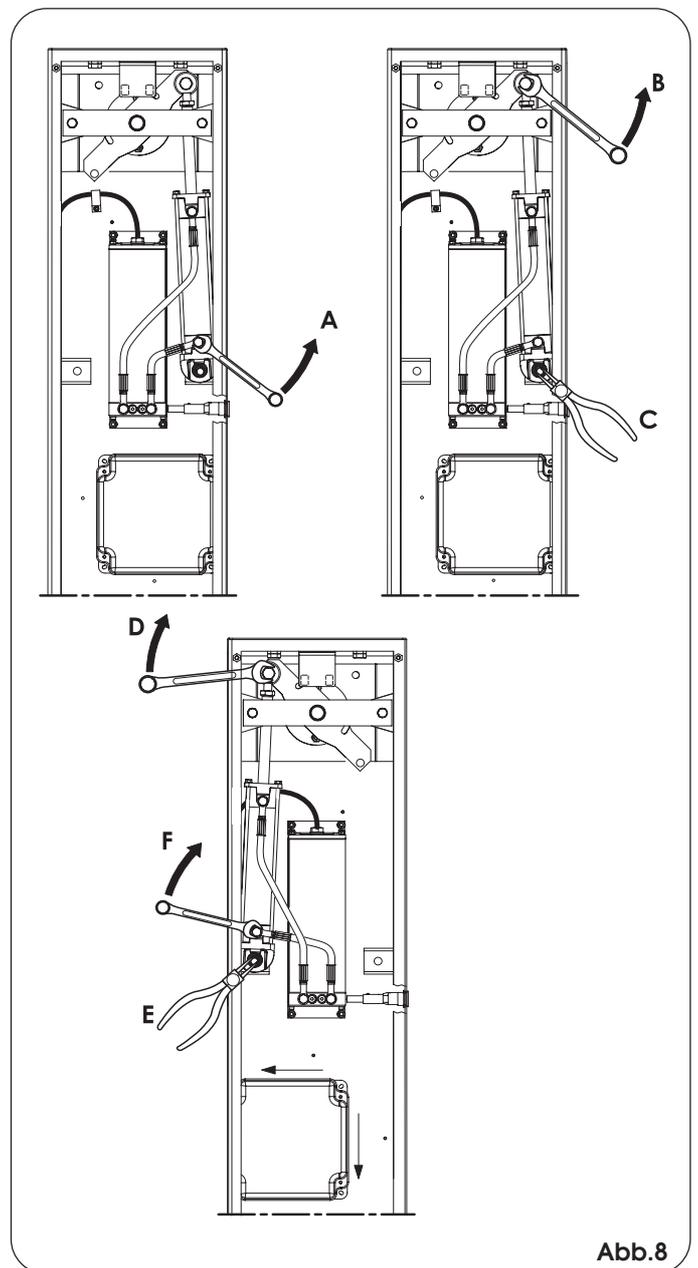

Abb.8
- Das Verbindungsstück lockern (Abb. 8, Bez. A).
- Die Befestigungsschraube des Kolbens (Abb. 8 Bez. B) und den Seegerring (Abb. 8 Bez. C) provisorisch abnehmen.
- Den Kolben auf der linken Seite positionieren und mit der vorher abgenommenen Schraube (Abb. 8 Bez. D) und dem Seegerring (Abb. 8 Bez. E) befestigen.
- Das Anschlußstück (Abb.8 Bez. F) anziehen.